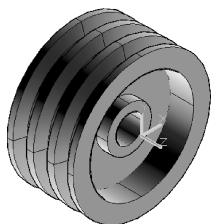

图 12-29 带轮的着色图
(10) 单击“三维工具”选项卡“实体编辑”面板中的“差集”按钮, 从带轮主体中减去半径为 50 拉伸的建模。
(11) 单击“可视化”选项卡“视觉样式”面板中的“带边缘着色”按钮, 对建模带边框的实体进行着色, 此时图形结果如图 12-29 所示。